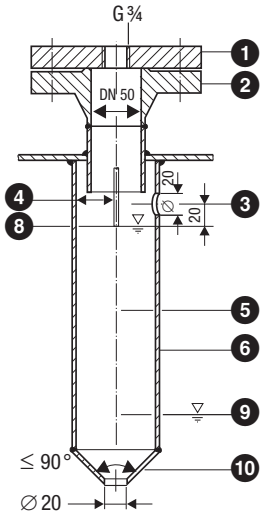
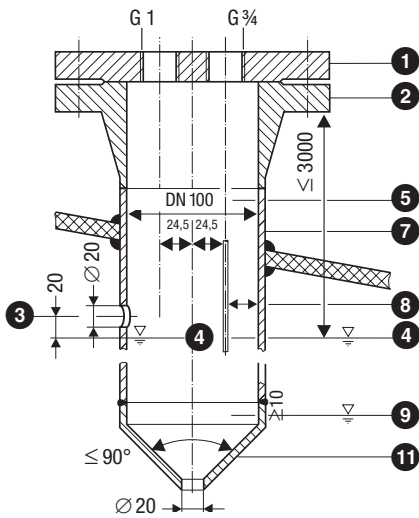
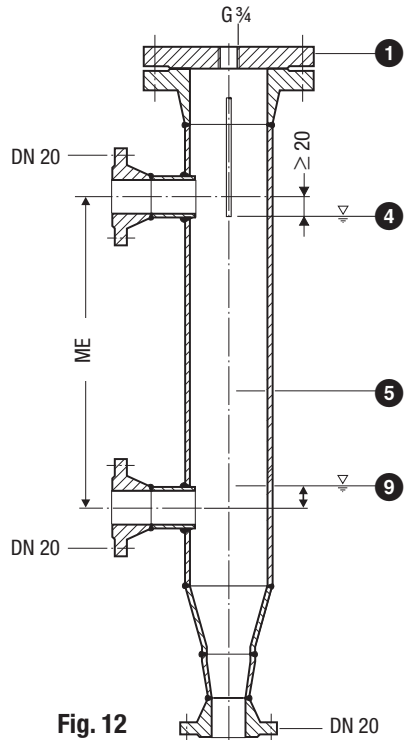

Fig. 10
Fig. 11
Fig. 12
- Die Mindestabstandsmaße müssen beim Einbau der Niveauelektrode beachtet werden! **Fig. 6, Fig. 10, Fig. 11, Fig. 12**